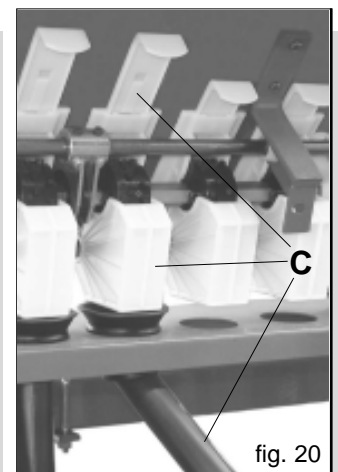

fig. 20
- Svitare i dadi (A) dell'attacco assolcatore e la vite (B).
- Controllare che siano aperte solo le lamine dei distributori che hanno il tubo telescopico (C Fig. 20), tutte le altre devono essere chiuse.